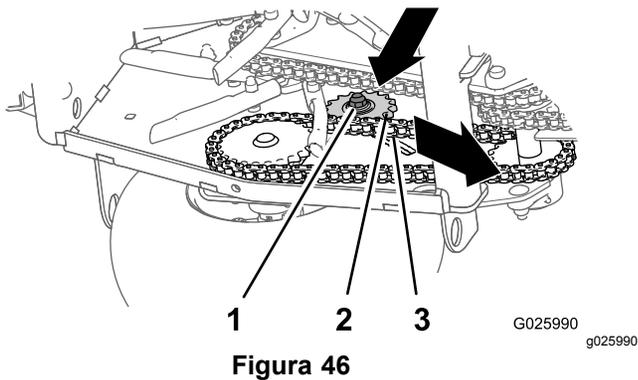

Figura 46
3. Compruebe la tensión de las cadenas de las ruedas motrices (Figura 46).
4. Afloje la contratuerca y el perno de cuello cuadrado que sujetan el piñón del tensor (Figura 46).
- Presione hacia abajo y hacia adelante sobre el piñón para aumentar la tensión de la cadena, según se muestra en la Figura 46.